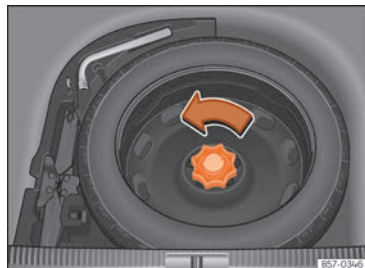

Abb. 328 Im Gepäckraum: hochgeklappter Ladeboden.
- Drehen Sie das Rädchens entgegen dem Uhrzeigersinn heraus »» Abb. 328.